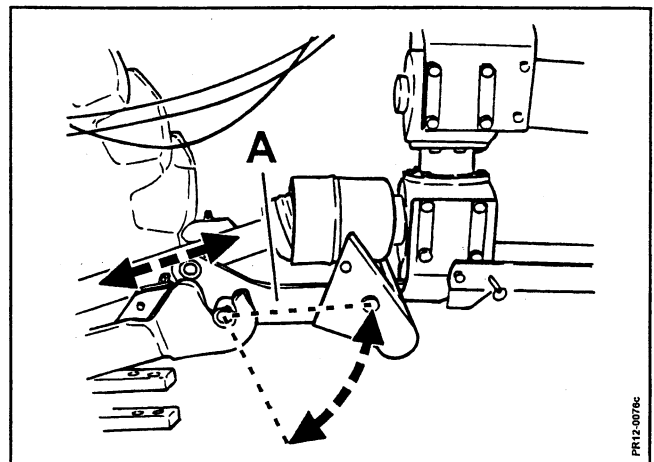

Fig. 2-5
- **Inte i något läge har mindre än 200 mm överlappning** (Tänk speciellt illfällen när säkerhetsdraget (TOP SAFE systemets stötdämpar), kan sa f.ex. vid påkörning av jordfasta sten, se Fig. 2-5).